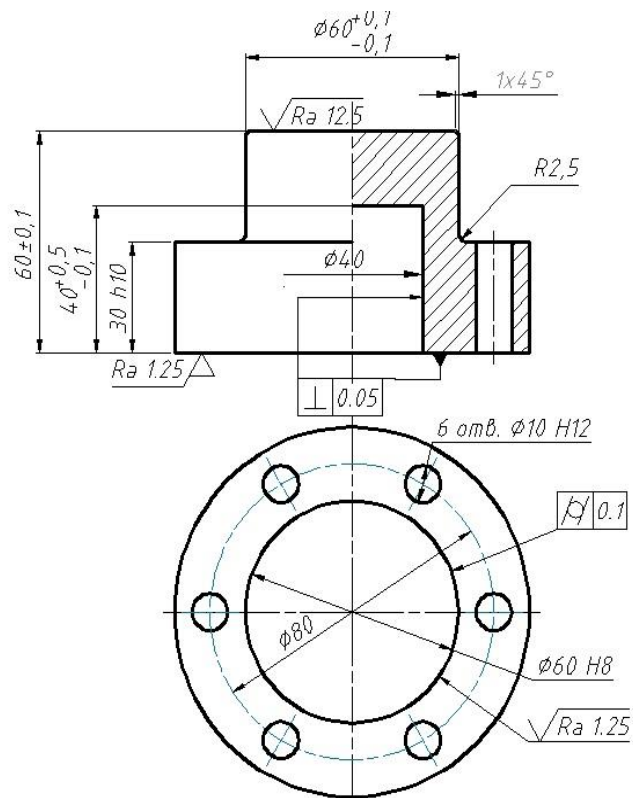

Рис. 4.46. Ескіз завдання 4.2.1
1. Використовуючи кресленик прикладу 2.3 намалювати ескіз у відповідності до рис. 4.46.